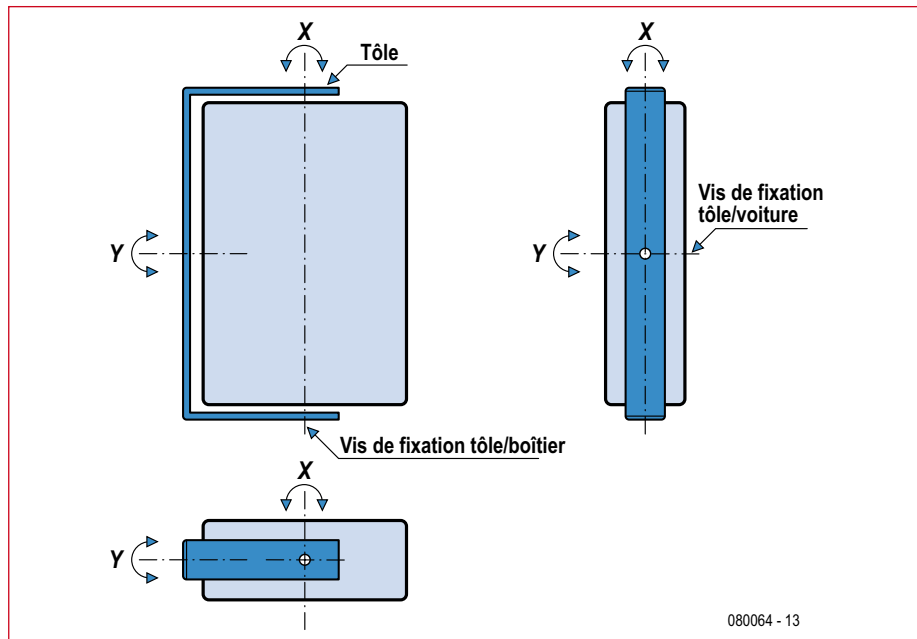

Figure 3. Une possibilité mécanique pour installer l'alarme à l'horizontale.
L'alarme peut être montée n'importe où du moment qu'elle peut être fixée à l'horizontale (voir **figure 3**). Prévoyez une DEL de signalisation sur le tableau de bord si vous désirez voir si le montage est en veille. Pour le réglage du niveau, procédez de la façon suivante :
Figures 3 à 9.
Le moteur électrique possède trois bobines commandées électroniquement pour créer un champ tournant. Il s'agit donc de ce qu'on appelle un moteur à courant continu sans balai. Vous pouvez voir aux figures 3 à 9 les différents composants du moteur. La **figure 3** montre une self bobinée faite de 80 spires de fil de cuivre de 0,02 mm de diamètre. Il en faut trois exemplaires. Elles sont ensuite façonnées, aplaties et légèrement cintrées (4). Le noyau est formé d'un tout petit aimant (5) érodé et effilé pour lui donner la forme adéquate, puis pourvu d'un trou pour la fixation de l'axe (6). Deux petites plaques ajourées (7) servent de flasques de chaque côté du moteur. Vous pouvez encore en apercevoir aux **figures 8 et 9** la construction complète. Les bobines sont collées entre les flasques et forment donc le restant du boîtier.